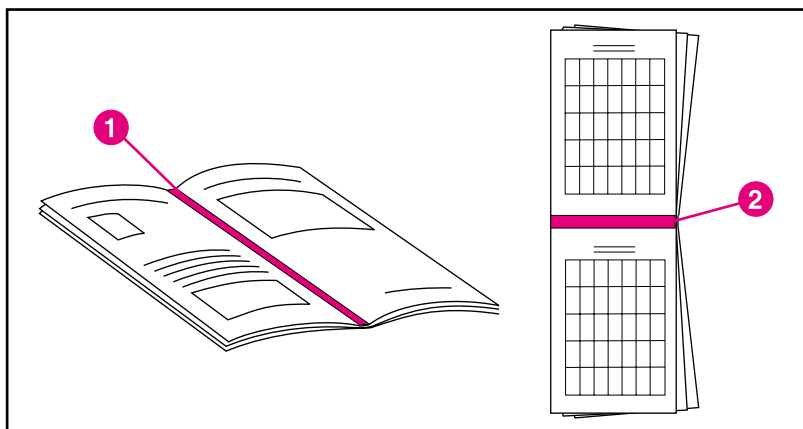

Abbildung 3-4 Bindungsoptionen
- 6 Drücken Sie auf **WERT**, um Bindung IN LÄNGSRICHTUNG oder IN QUERRICHTUNG auszuwählen (siehe Abbildung 3-4).
- *Bindung in Längsrichtung (Buchformat)*, die konventionelle Form der Buchbindung. (Siehe 1 in Abbildung 3-4.)
- *Bindung in Querrichtung (Blockformat)*, eine häufig für Kalender verwendete Form der Bindung. (Siehe 2 in Abbildung 3-4.)